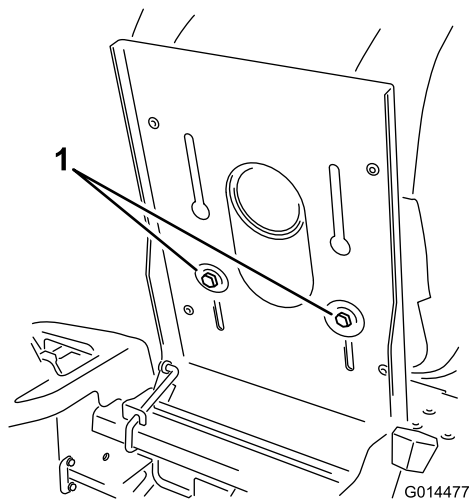

Figura 21
- Levante el asiento y afloje los pernos de ajuste lo suficiente para poder desplazar el asiento (Figura 21).